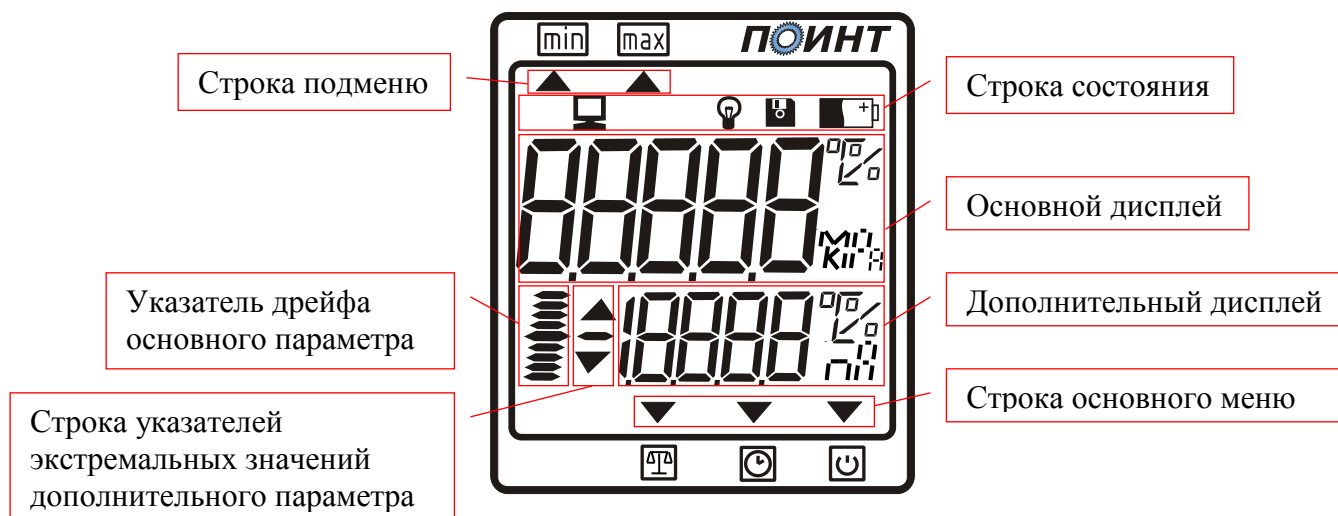

Рис.1
3.2.На лицевой панели измерителя расположен цифровой индикатор (рис.1), служащий для отображения информации и две кнопки управления. В верхней части прибора расположен разъем для подключения датчиков. На задней части измерителя находится крышка батарейного отсека..
4.4. Описание основного дисплея. Измеритель имеет три рабочих режима: рабочий режим измерения, режим отображения текущего времени, режим выбора времени работы измерителя. Переключение между этими режимами производится нажатием левой кнопки измерителя. В зависимости от положения указателя «▼», который расположен в строке основного меню (рис.1), можно определить, в каком режиме находится измеритель. Так при положении указателя над значком  прибор будет настроен на рабочий режим измерения,  - режим отображения текущего времени,  - режим выбора времени работы измерителя. В рабочем режиме измерения на основном дисплее может выводиться значение температуры, измеренное при помощи термопреобразователя сопротивления или термопары, физической величины соответствующая унифицированному сигналу постоянного тока в диапазонах от 0 до 5 или от 4 до 20 мА, Настройка этого параметра приведена в п.8.1. «Режим программирования». В режиме отображения текущего времени при нажатии на правую кнопку на индикаторе отображается текущий месяц, число и год. Установка этих параметров приведена в п.8.3.